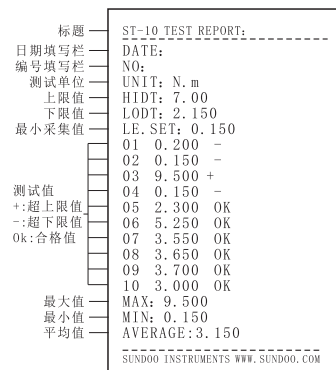

图 2
- 2、当串口输出模式设定为Pr.2时，为输出至微型打印机打印储存的10组测试数据。按下“ ”键，液晶屏闪烁显示“Print”，同步打印出测试报告，打印样张（如图2）。